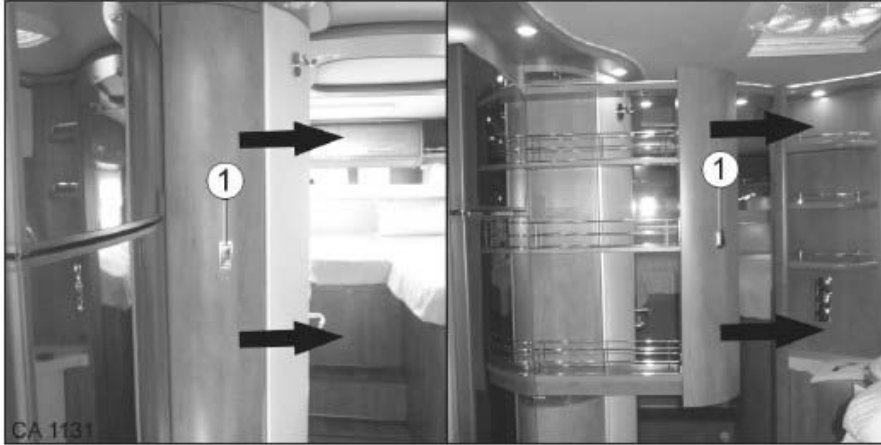

Fig. 97 Grand rangement coulissant variante 2
1. Ouvrir la fermeture push-lock (Fig. 97/1) (consulter le chapitre 6.12.1).
2. Fermer la fermeture push-lock (Fig. 97/1) (consulter le chapitre 6.12.1).